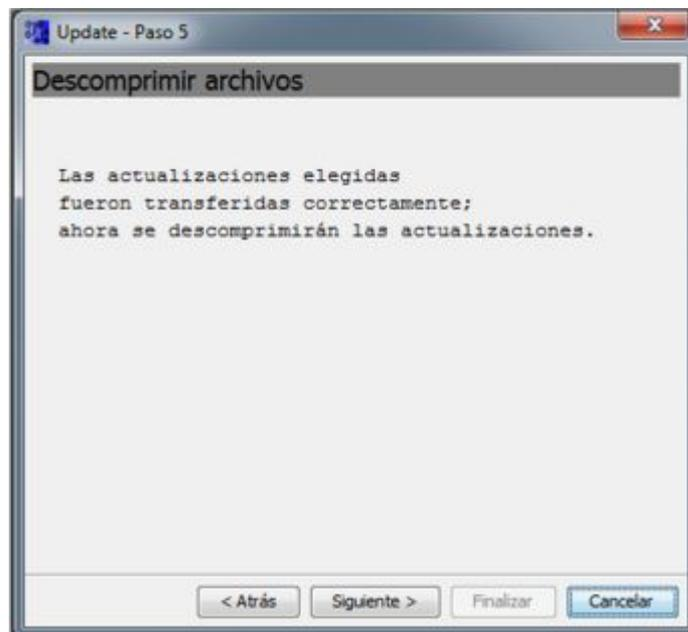

FIGURA 48: Paso 5, descomprimir archivos.
Paso 5 (FIGURA 48), dar clic en siguiente para continuar.